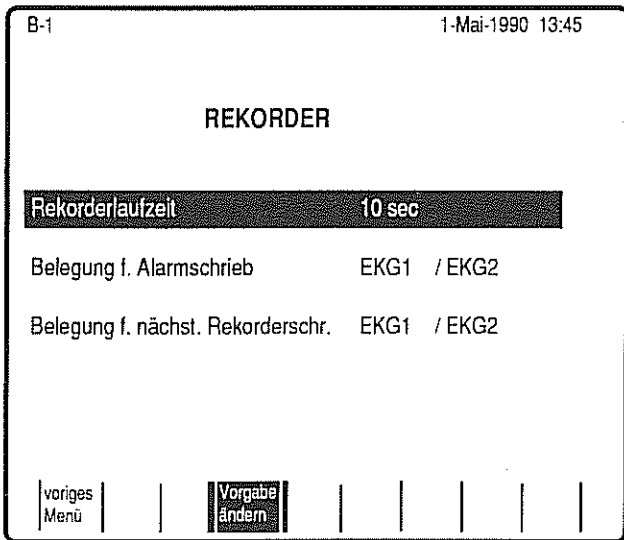

Bild 29
- * Zum Verändern dieser Einstellungen drücken Sie Taste **F4 Vorgabe ändern**. Es erscheint Bild 29